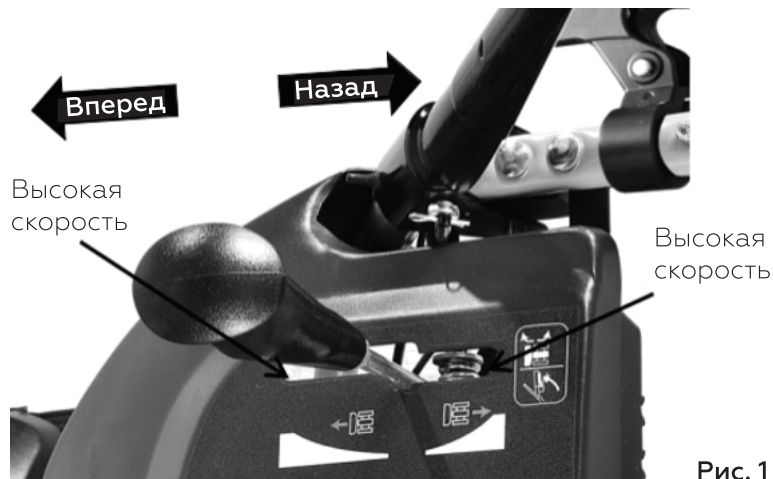

Рис. 1
- 1) Снимите крышку батарейного отсека (рис.1 А), выкрутив барашковые гайки (рис.2 С).
- 3) Установите крышку батарейного отсека на место и плотно зафиксируйте ее кронштейном (рис. 1 В).